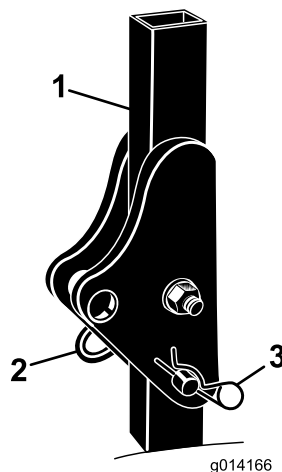

Figura 5
1. Remova os dois contrapinos e os pinos da barra de segurança (Figura 5).
2. Eleve a barra de segurança para a posição vertical e prenda-a com os dois pinos e dois contrapinos (Figura 5).